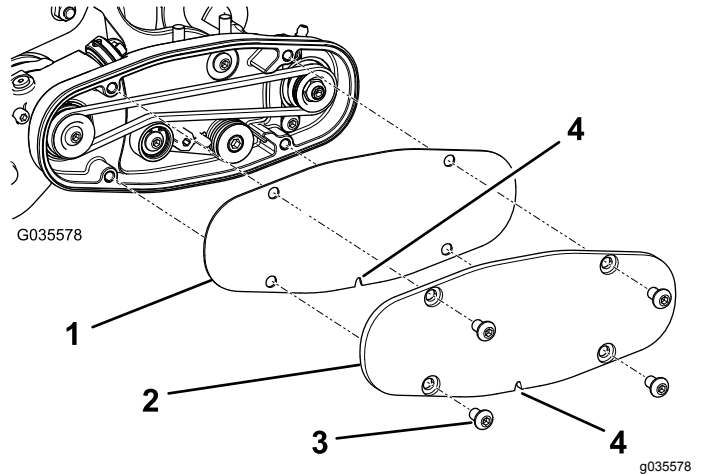

Figure 15
- Alignez le couvercle de courroie sur les boulons de montage et fixez-le avec 4 boulons (Figure 15).